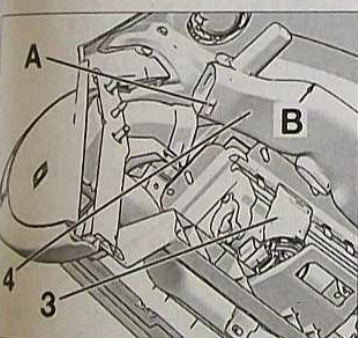

FIG. 12
Déclipser et déposer le conduit d'air (3) (Fig.12)